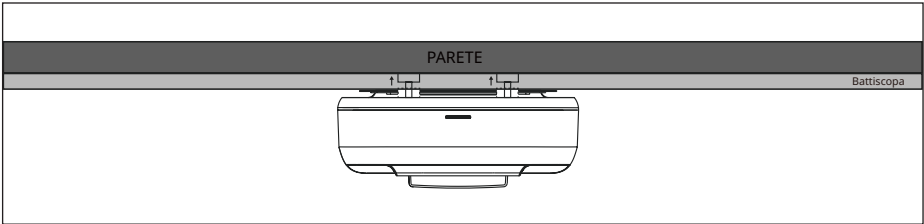

Figura 2
3. Sul retro della stazione di ricarica sono presenti due manopole che aiutano a posizionare la stazione di ricarica contro la parete (fare riferimento alla Figura 2). Regolare queste manopole in base alla superficie della parete per garantire che la stazione di ricarica sia parallela alla parete e posizionata in modo sicuro. Una volta posizionata correttamente, accertarsi che la parte anteriore della stazione di ricarica sia rivolta in avanti e collegarla alla fonte di alimentazione.